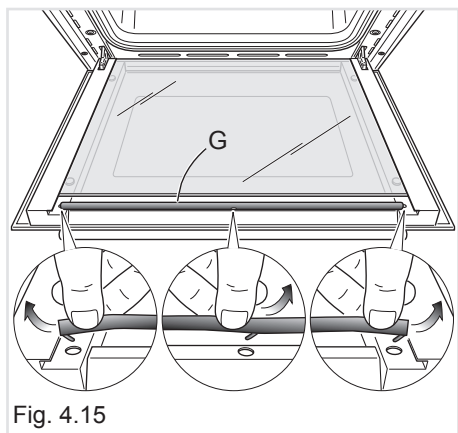

Fig. 4.15
- Togliere la guarnizione "G" sganciando i 3 uncini (fig. 4.15).